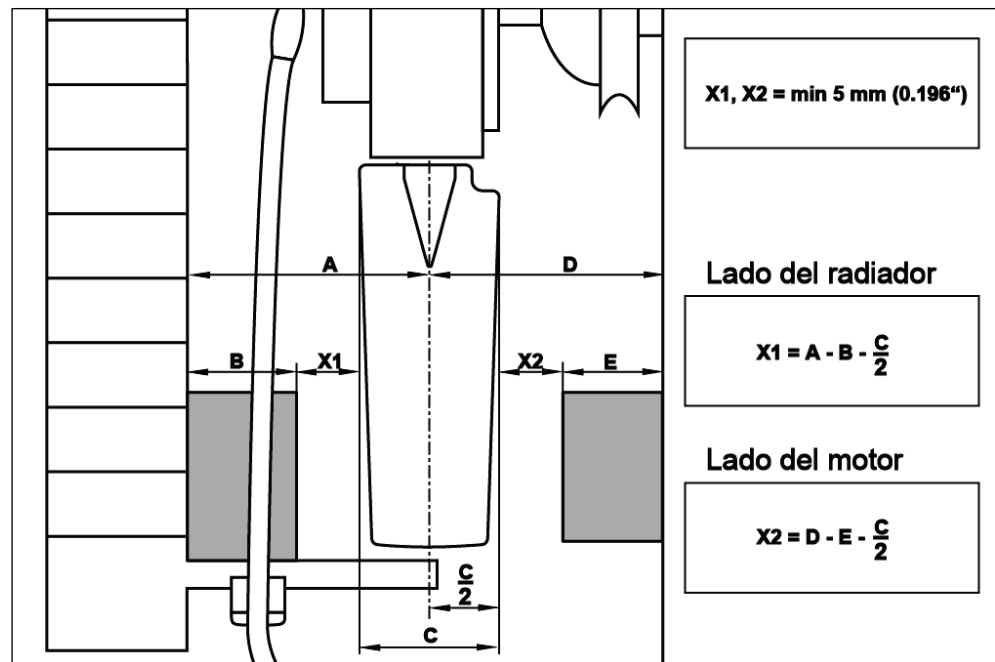

Fig. 39
33) Mida si hay objetos que interfieran (véase la Fig. 39).